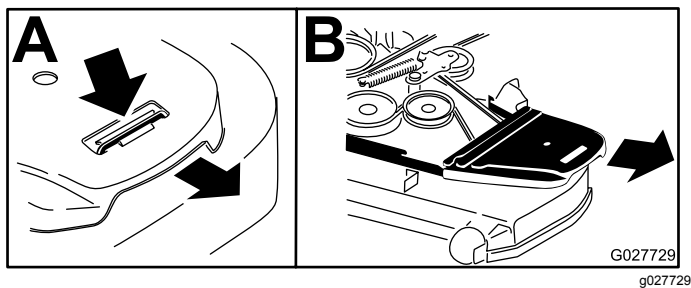

Figura 85
6. Rimuovete i copricinghia e i relativi bulloni (Figura 85).